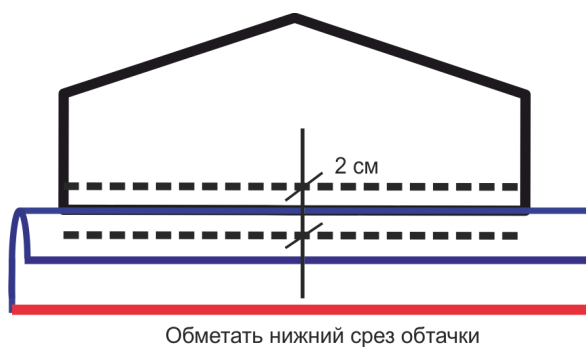

Рис. 2. Схема обработки клапана нижнего кармана
- приметайте, а затем притачайте обтачку кармана и клапан по линиям намелки, подкладывая под изнаночную сторону полочки детали мешковины кармана (рис. 2);